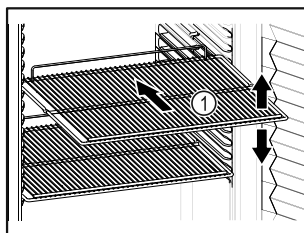

Fig. 53 Ilustrační zobrazení
- Pokud jsou odstavňovací rošty Fig. 53 (1) přemístitelné, přizpůsobte je vždy na danou výšku.